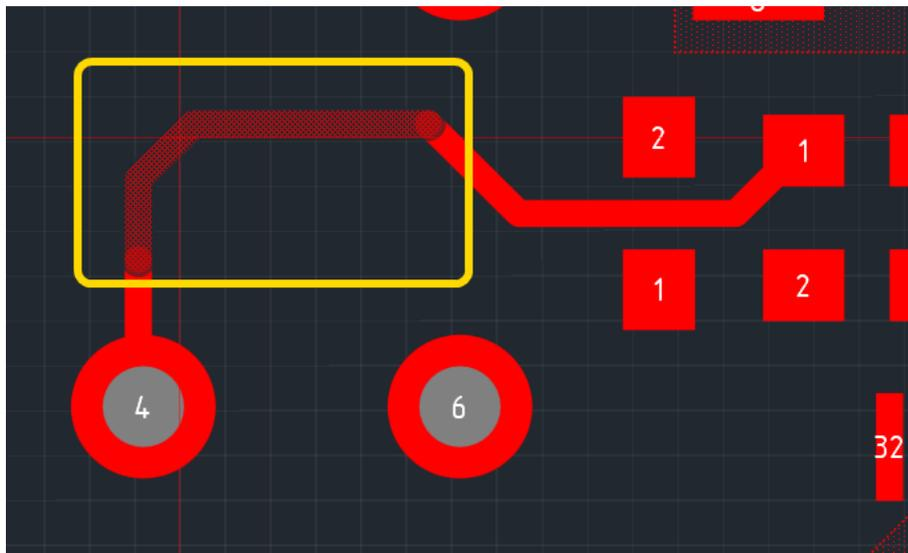

Рис. 71. Перемещение конечной точки сегмента
3. Нажать левую кнопку мыши, и, удерживая ее, переместить курсор. При этом выбранный сегмент и соседний с ним будут проложены заново. Новая часть трека будет прокладываться двумя «клюшками» через точку, в которой установлен курсор, см. Рис. 71.